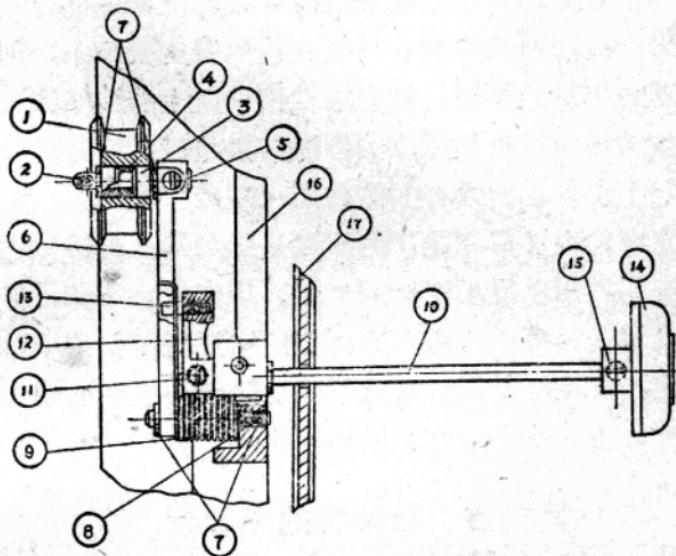

图 6 惰輪机构
惰輪机构如图 6 所示。它安装在光学还音机构安装板（简称还音板）⑯的左下角，惰輪①为鋁制帶凸緣的圓輪（后期生产的为胶木压制的惰輪），它用开口垫圈⑦固定在惰輪軸心②上，惰輪中心压有两个銅制滑动軸承③，在两軸承的中間嵌有儲油毡④，以便潤滑。拿下 开口垫圈
⑦，惰輪①就可从軸上取下来。惰輪軸心②是用一个螺絲⑤固定在惰輪臂⑥的一端，惰輪臂上有一長槽孔，孔的下邊有圓缺口。³惰輪臂的另一端也是用一个开口垫圈固定在总支持架⑯上的固定軸心⑧上，另有彈簧⑨扣繞在臂上，迫使惰輪臂有一向下的壓力，从而压紧传动皮帶，使电动机的动力能传到主动皮帶輪。